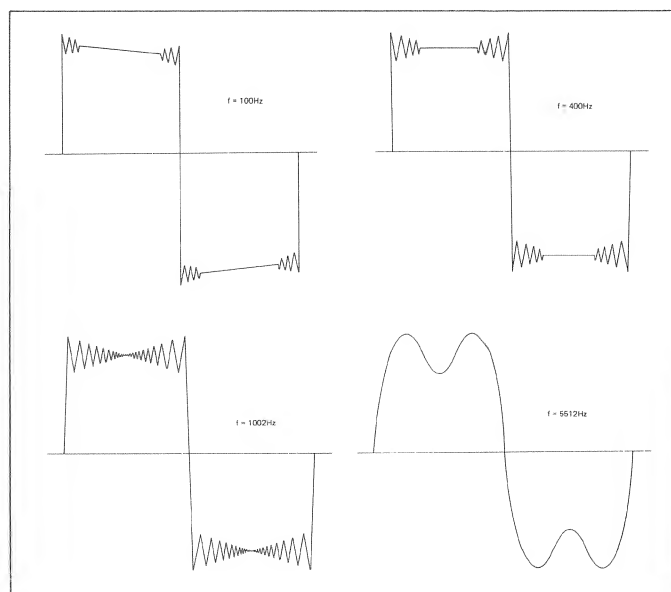

Fig. 4.24
- Lire le secteur 20 et apprécier l'allure des signaux carrés à 100Hz, 400Hz, 1002Hz et 5512Hz. Les courbes doivent être symétriques (voir fig.4.24).